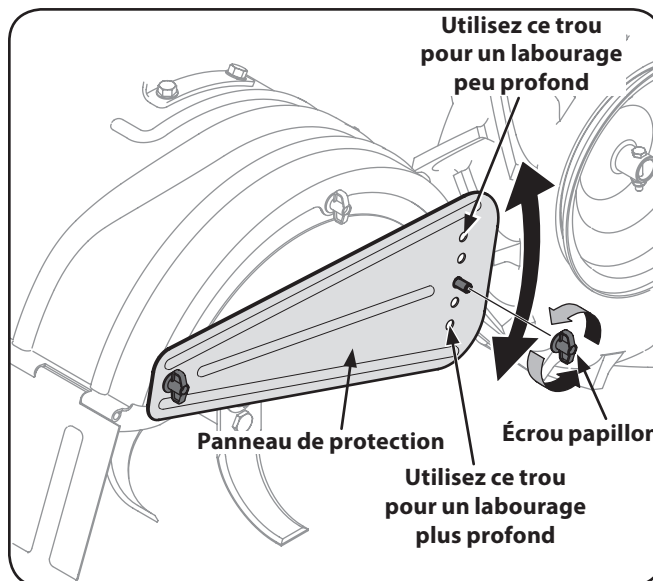

Figure 5-2
2. Pour labourer une section d'herbe ou pour effectuer un labourage peu profond, utilisez le réglage de profondeur de 1" (le deuxième trou à partir du haut). Abaissez les panneaux de protection à la position la plus basse. Voir Figure 5-2.
7. Retirez les écrous papillon pour ajuster les panneaux de protection. Placez les panneaux à la position désirée et remplacez les écrous papillon. Serrez bien les écrous papillon. Voir Figure 5-2.